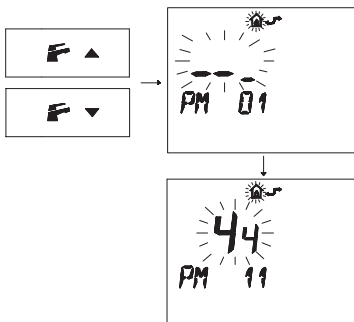

Figura 5.42
- Premere i pulsanti o per visualizzare la programmazione "PM11" della postcircolazione pompa (Figura 5.42).